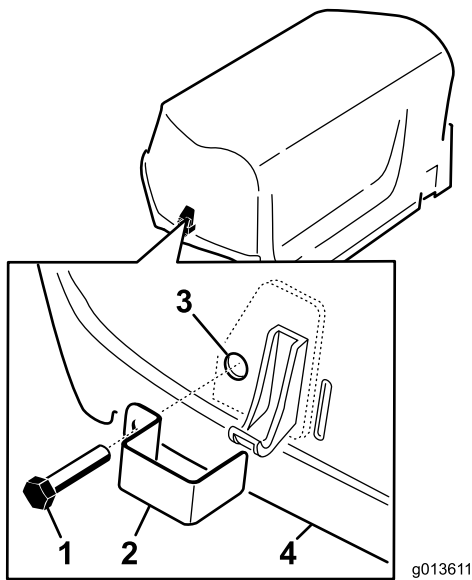

Figure 5
1. Fixez une gâche sur les verrous gauche et droit du capot (Figure 5) avec une vis d'assemblage (2 en tout).
2. Avec une pince ou une clé réglable, vissez une rondelle frein intérieure sur chaque vis d'assemblage (1 à 2 filets) pour fixer la vis en place (Figure 5).